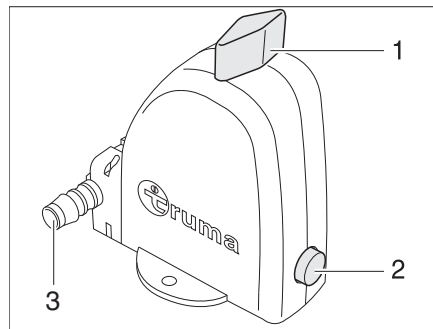

Bild 257 Varmvattenberedarens säkerhets-/avtappningsventil - Driftsläge
Varmvattenberedaren är utrustad med en säkerhets-/avtappningsventil (Bild 257). Säkerhets-/avtappningsventilen gör så att vattnet i varmvattenberedaren inte kallnar när det är frost och värmen inte är påslagen.
- ▷ Säkerhets-/avtappningsventilens tömningsrör (Bild 257,3) måste alltid vara fritt från smuts (t.ex. löv, is).
- Vrid vredet (Bild 257,1) 90° längs mot säkerhets-/avtappningsventilen. Tryckknappen (Bild 257,2) hoppar ut. Varmvattenberedaren töms utåt via tömningsröret (Bild 257,3) på säkerhets-/avtappningsventilen.
- Vrid vredet (Bild 257,1) 90° diagonalt mot säkerhets-/avtappningsventilen.
- Tryck in tryckknappen (Bild 257,2).